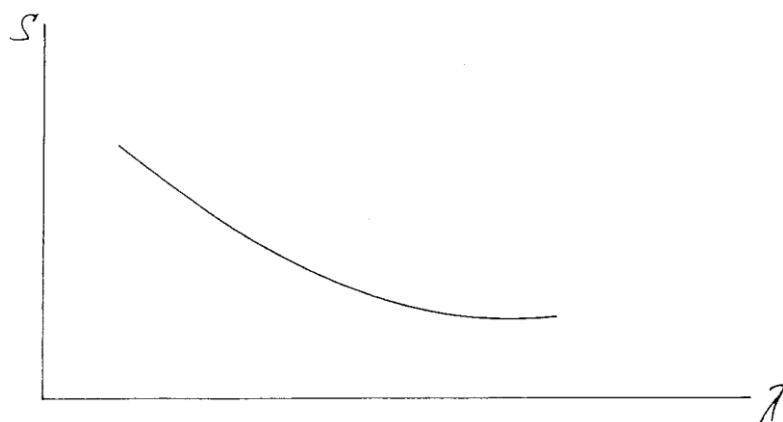

Рисунок 2 Примерный график зависимости S от λ
- Построить график зависимости S от λ , (рисунок 2).